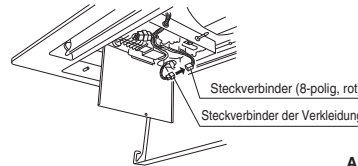

Abb. 7-17
- [4] Nach beendeter Montage der Deckenverkleidung den 8-poligen roten Steckverbinder im Gehäuse der elektrischen Komponenten der Inneneinheit man den Steckverbinder der Deckenverkleidung anschließen. (Abb. 7-17) (Wenn der Steckverbinder nicht angeschlossen wird, zeigt die Fernbedienung die Fehlermeldung "P09" an, und die Einheit arbeitet nicht.)